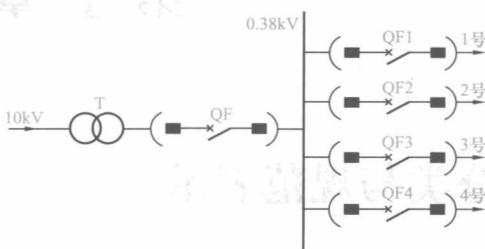

图 1-1 变电站供电系统
(2) 图例。如图 1-1 所示, 为某一变电站的供电系统图。
(3) 图例说明。变电站的供电系统图, 表示这个变电站可把 10kV 的电压通过变压器变换为 0.38kV 的电压, 经过断路器 QF 和母线通过 QF1、QF2、QF3、QF4 分别供给了 4 条用电支路。